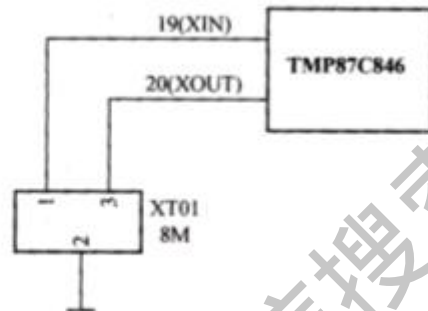

图2-7 晶振电路原理图
(3) 晶振电路
晶振电路为系统作。晶振电路原理如图 2-7 所示晶振 XT01①脚和③脚接 CPU TMP87C846 的(19)脚和(20)脚，②脚接地，为系统提供一个 8MHz 的时钟频率。